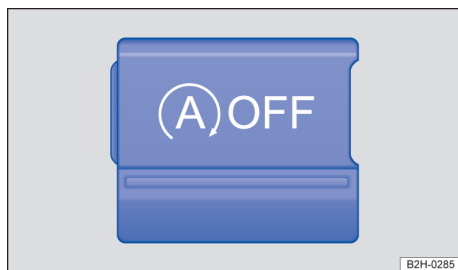

Fig. 100 No console central: botão do sistema Start-Stop.
- Pressionar o botão  no console central para desativar o sistema manualmente. Com o sistema Start-Stop desativado, a luz de controle se acende no botão → Fig. 100.
- Pressionar mais uma vez o botão  no console central para ativar outra vez manualmente o sistema → Fig. 100.